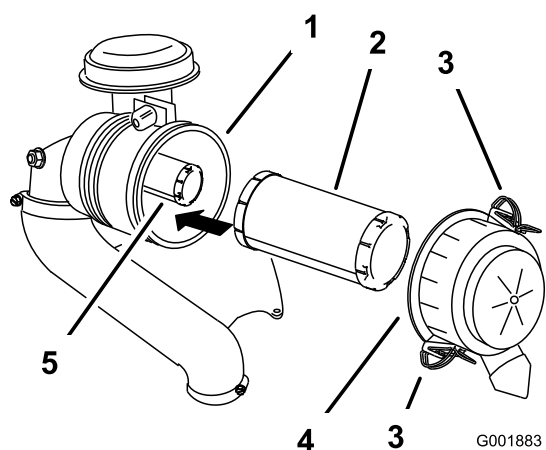

Figure 41
3. Déverrouillez le filtre à air et détachez le couvercle du boîtier du filtre (Figure 41).
- Sortez le préfiltre du boîtier du filtre avec précaution (Figure 41).
- Si vous remplacez l'élément interne, insérez-le avec précaution dans le boîtier du filtre (Figure 41).
- Glissez ensuite le préfiltre sur l'élément de sécurité avec précaution (Figure 41).
- Remettez en place et verrouillez le couvercle du filtre à air (Figure 41).